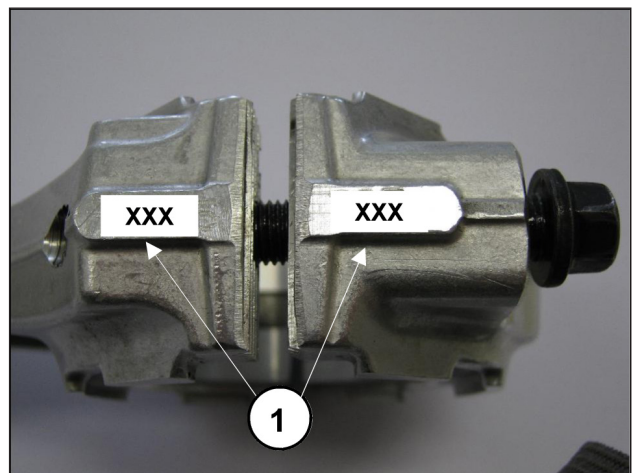

Fig. 9
- Assembler les chapeaux de bielle aux corps relatifs en vous référant à la numérotation (Fig. 9, rep. ①).